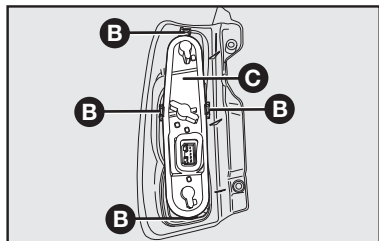

fig. 18
2) Quite el portalámparas **C-fig. 18**, actuando en las trabas **B-fig. 18**.